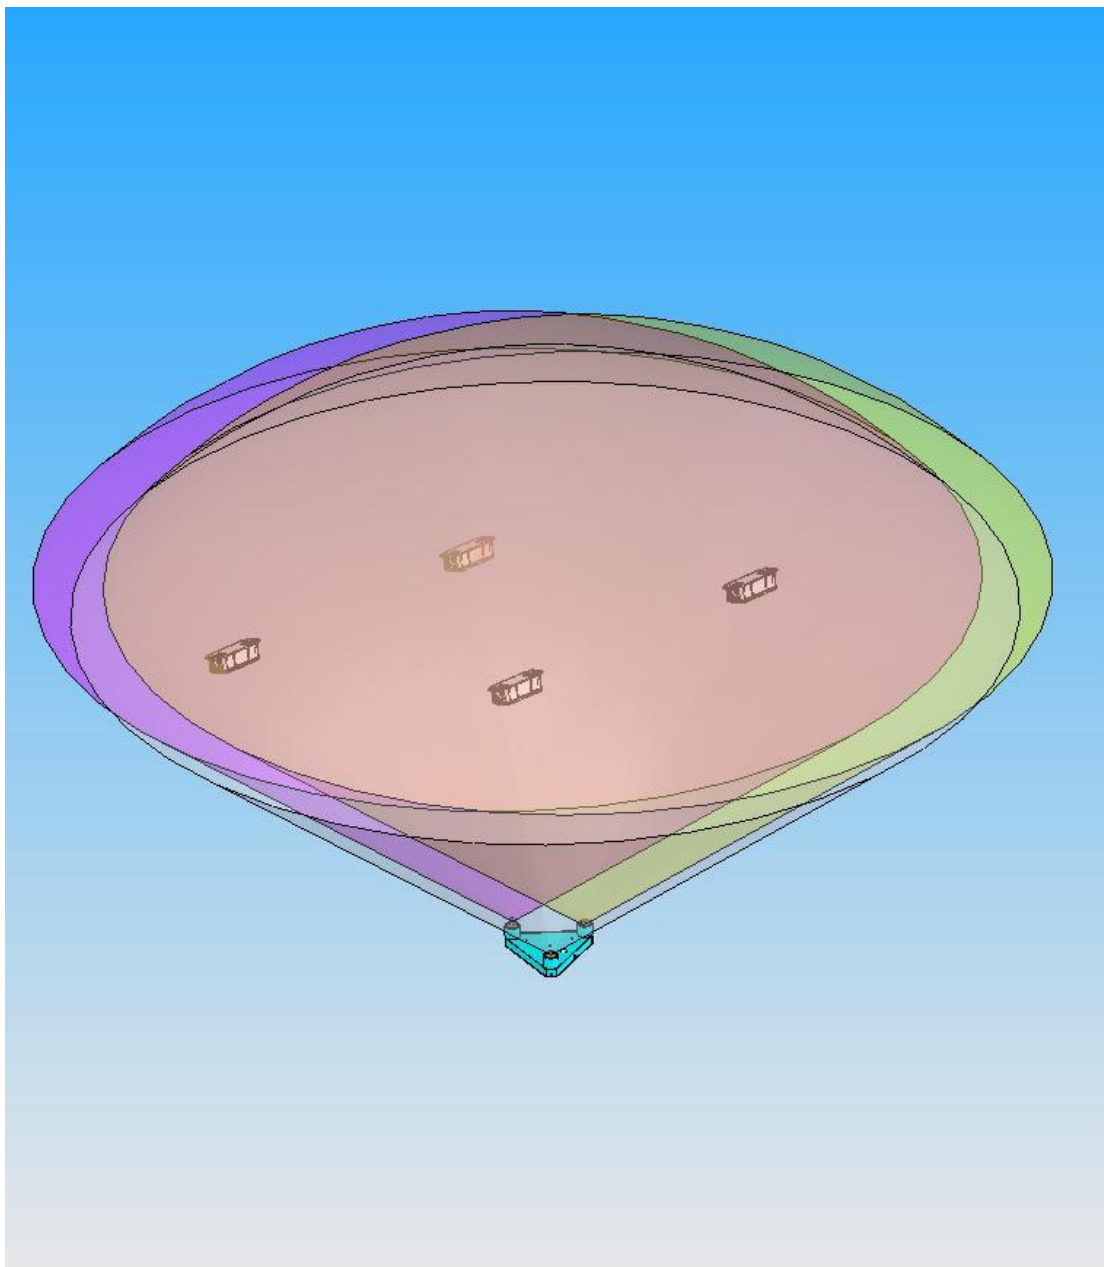

Рис. 8 Взаимное расположение излучателя и приемников
- в любой точке рабочей зоны, для любых из возможных положений излучателя, должно выполняться условие прямой видимости между каждым из трех передатчиков и как минимум тремя приемниками. При этом обязательно нужно учитывать диаграммы направленности приемников и передатчиков (см. ниже Рис. 8). Сигналы излучателей могут приниматься и более чем тремя приемниками, управляющая программа выбирает для определения координат приемные модули с максимальной амплитудой сигнала;
- диаграммы направленности приемных и передающих модулей одинаковы и представляют собой конусы с углом при вершине 90 градусов. Максимальная дистанция между модулем излучателя и приемными модулями не должна превышать 3 м. При выборе месторасположения приемных модулей необходимо обеспечить нахождение приемников внутри вышеупомянутого конуса диаграммы направленности каждого из передатчиков модуля излучателя для всех возможных положений последних (см. Рис. 8). Ультразвуковой сигнал принимается и при расположении приемников в более широком угле, но при этом из-за снижения амплитуды сигнала возможно ухудшение точности позиционирования.